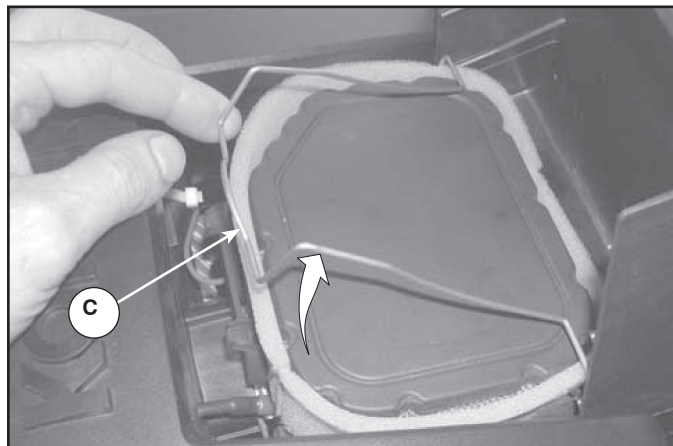

Fig. 20
4. SLIDE MOWER UNDER TRACTOR (See Fig. 20)